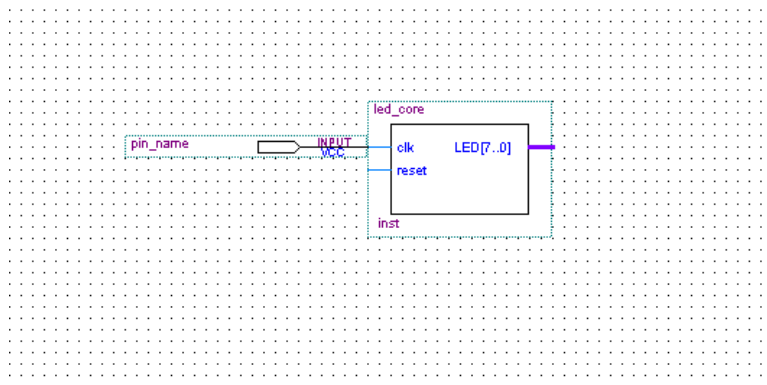

图 33 输入输出管脚添加
- b) 接下来还需要添加输入输出口，在符号对话框中的 Name 中输入 input 这时会出现输入端口的符号。将此符号添加到原理图编辑框中并与 led_core 的输入端 clk 相连，如图 33 所示。